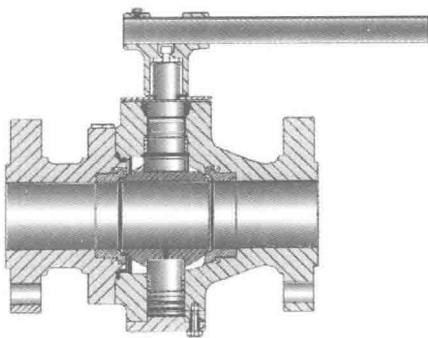

图 1-5 球阀
(3) 球阀 (图 1-5) 它是由旋塞阀演变而来。它具有相同的启闭动作, 不同的是阀芯旋转体不是塞子而是球体。当球旋转 90° 时, 在进、出口处应全部呈现球面, 从而截断流动。